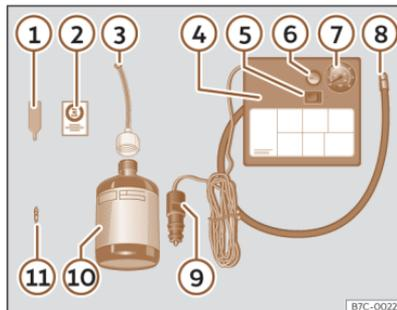

Abb. 238 Prinzipdarstellung: Bestandteile des Pannensets
Das Pannenset befindet sich im Gepäckraum unter dem Bodenbelag. Es besteht aus folgenden Bestandteilen >>> (Abb. 238):
- Ventilkappe und Ventileinsatz vom Reifenventil abschrauben. Verwenden Sie den Ventileinsatzdreher >>> (Abb. 238) ① zum Heraus-schrauben des Ventileinsatzes. Legen Sie den Ventileinsatz auf einem sauberen Untergrund ab.
- Reifenfüllflasche kräftig schütteln >>> (Abb. 238) ⑩.
- Einfüllschlauch >>> (Abb. 238) ③ auf die Reifenfüllflasche schrauben. Die Folie am Verschluss wird automatisch durchstoßen.
- Verschlussstopfen vom Einfüllschlauch >>> (Abb. 238) ③ entfernen und das offene Schlauchende auf das Reifenventil schrauben.
- Ventileinsatz mit dem Ventileinsatzdreher >>> (Abb. 238) ① wieder in das Reifenventil schrauben.
- Reifenfüllschlauch >>> (Abb. 238) ⑧ des Luftkompressors fest auf das Reifenventil schrauben.
- Prüfen, ob die Luftablassschraube >>> (Abb. 238) ⑥ zuge dreht ist.
- Kabelstecker >>> (Abb. 238) ⑨ in eine 12-Volt-Steckdose des Fahrzeugs stecken >>> S. 245.
- Luftkompressor mit dem EIN-/AUS-Schalter >>> (Abb. 238) ⑤ einschalten.
- Kleben Sie den Aufkleber >>> (Abb. 238) ② im Sichtfeld des Fahrers auf das Kombi-Instrument.
Schließen Sie den Reifenfüllschlauch >>> (Abb. 238) ⑥ wieder an und lesen Sie den Reifenfülldruck an der Reifenfülldruckanzeige ⑦ ab.